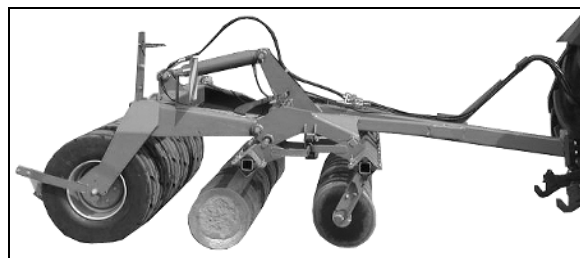

Fig. 28
- Abaissez complètement les deux rangées de disques (Fig. 28).